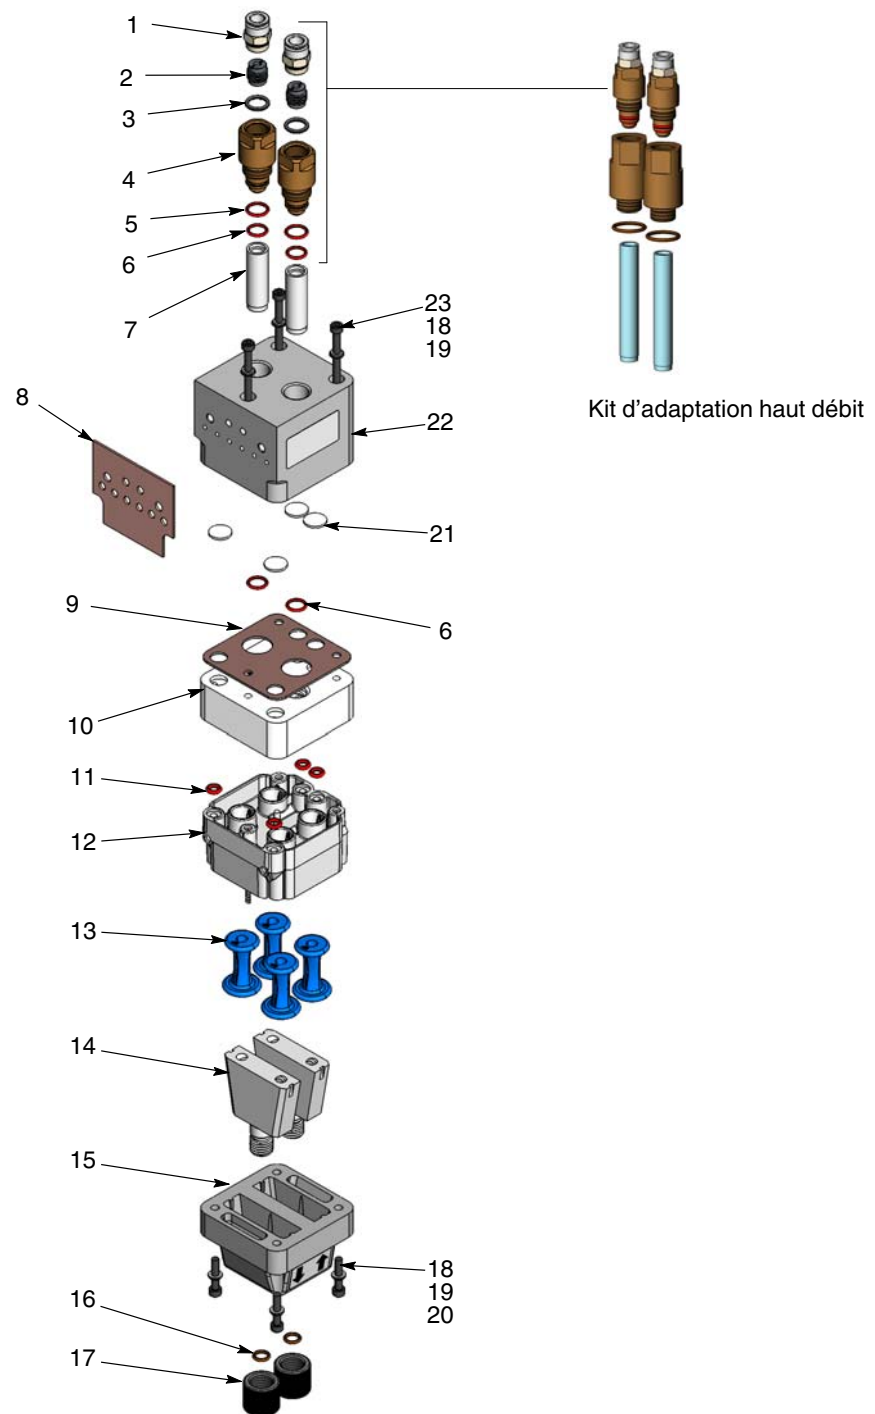

Figure 6-5 Démontage de la pompe
4. Voir la figure 6-5. Démontez la pompe comme illustré en commençant par les tubes de fluidisation. Il est inutile de retirer les joints plats qui sont collés, sauf s'ils sont endommagés.